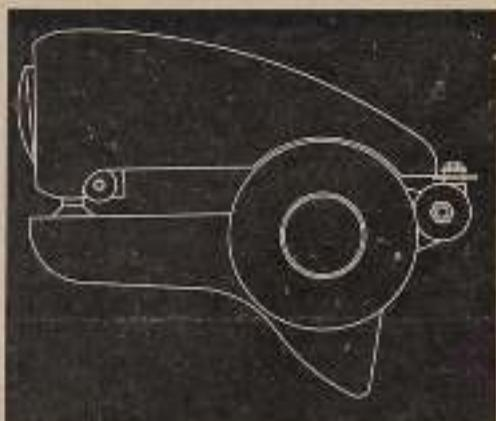

Abb. 1
In dem vom Werk gelieferten Karton finden Sie außer dem Motor (siehe Abb. 1) 2 Haltebleche (701) mit Schrauben und Muttern, 2 Knie-schutzbleche (708), 1 Ausrückhebel mit Kugelknopf (826), 1 Rastenblech (834), 1 Festgriff (429), 1 Auspuff (315), 1 Kraftstoffbehälter ~~und~~